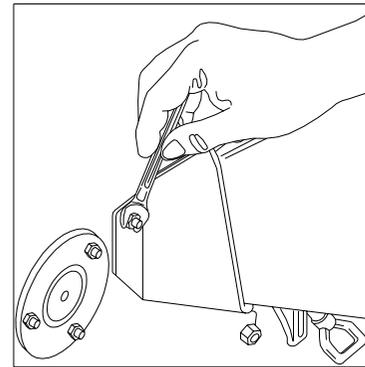

Fig. 13
- Oter la trémie latérale après avoir dévissé les 3 écrous comme indiqué fig. 13 .
- Oter la trémie latérale après avoir dévissé les 3 écrous (fig. 13).